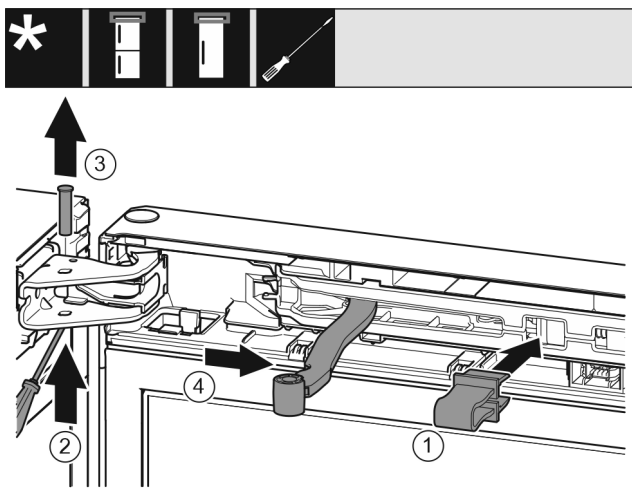

Fig. 10
- ▶ Uglavite osigurač Fig. 10 (1) u otvor.
- ▶ Izgurajte svornjak Fig. 10 (2).
- ▶ Izvadite svornjak Fig. 10 (3) prema gore.
- ▶ Okrenite zglob Fig. 10 (4) u smjeru vrata.